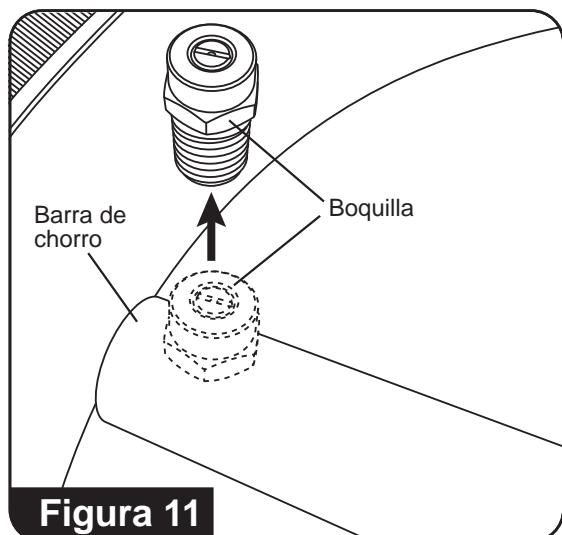

Figura 11
3. Con una llave inglesa de 14 mm (no se proporciona) retire las boquillas de la barra de rociado. (**Consulte la figura 11**)